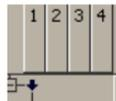

Рис. 3.12. Уровни иерархии групп в Дереве.
- развернуть все группы, находящиеся на одном уровне иерархии, можно нажатием по номер уровня группы в верхней части вида «Дерево» (рис. 3.12).